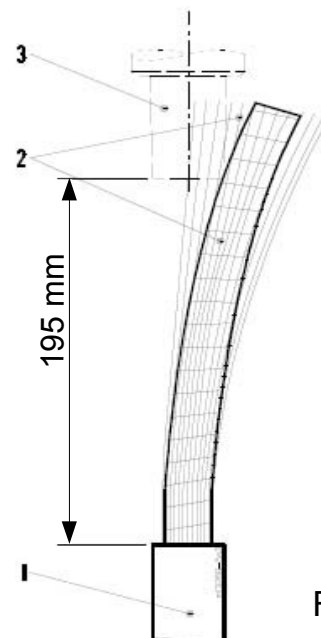

FIGURA 1
1- Preparar o cabo (1) posicionando-o alinhado com a bucha de conexão (3), prevendo um excesso de malha de aterramento (2) (*) antes de cortar a camada externa do cabo (1) na medida de **195 mm**, conforme mostra a FIGURA 1.